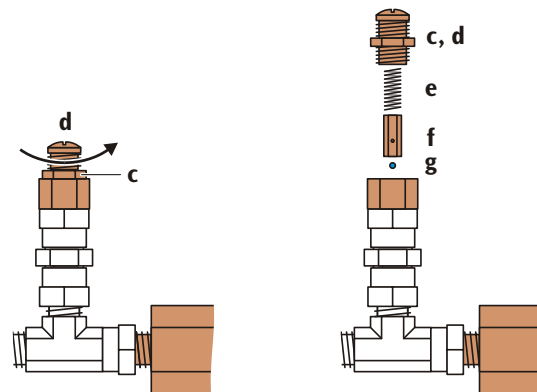

Fig. 7: desmontar a válvula de segurança.
- Soltar a contraporca (SW 14) da válvula de segurança e retirar a tampa da válvula com uma chave de fenda (veja fig. 7).